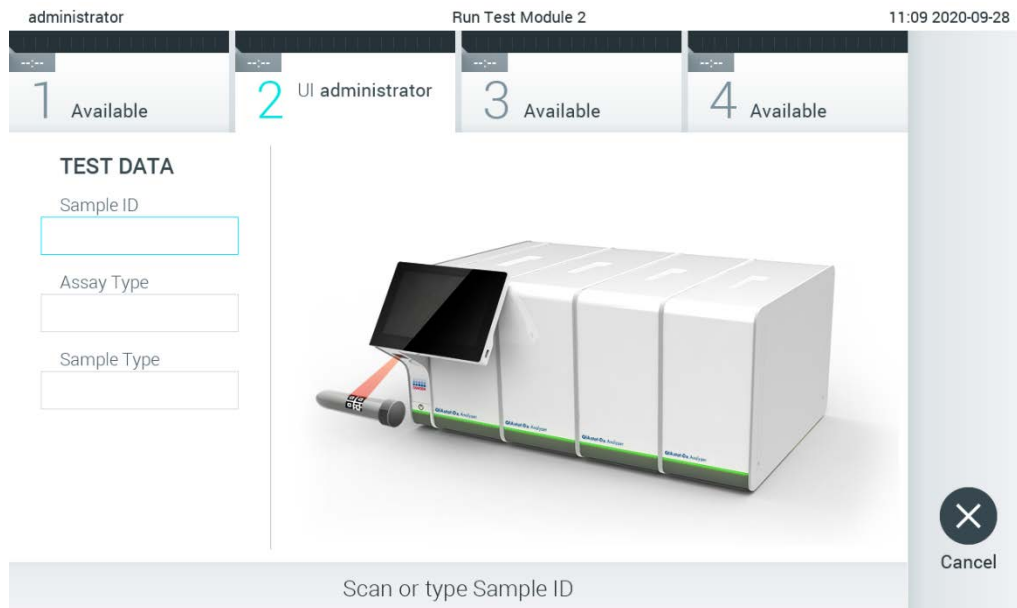

Figura 75. Scansione del codice a barre dell'ID campione.
2. Quando richiesto, eseguire la scansione del codice a barre dell'ID campione utilizzando il lettore di codici a barre integrato nel modulo operativo (Figura 75).